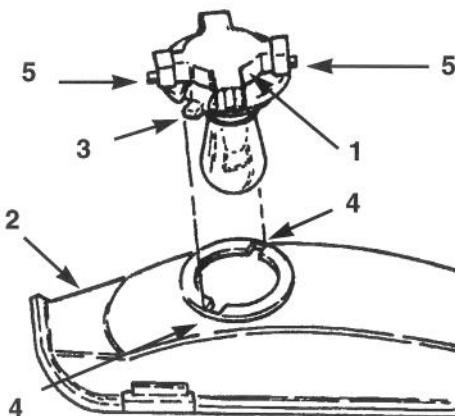

Figure 18
3. Tourner le porte-ampoule d' $1/4$ de tour dans le sens horaire et le déposer du réflecteur (Fig. 18).
2. Le porte-ampoule est muni de deux languettes (Fig. 18). Aligner les deux languettes avec les encoches du réflecteur, installer le porte-ampoule dans le réflecteur et lui donner $1/4$ de tour dans le sens horaire jusqu'à ce qu'il s'arrête.